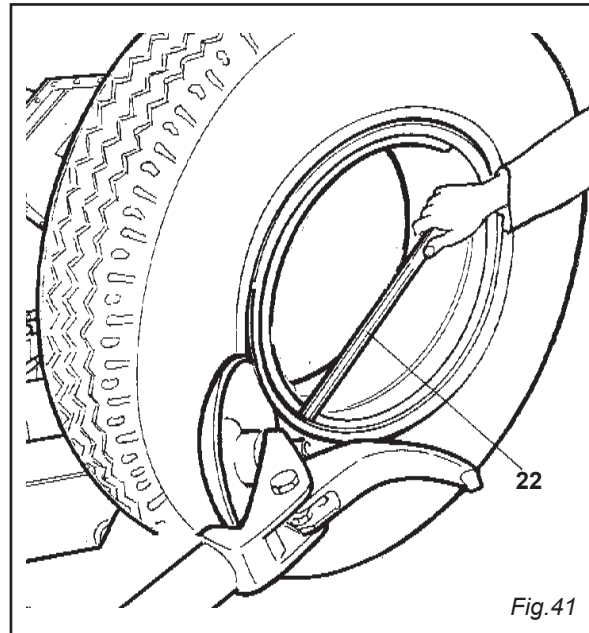
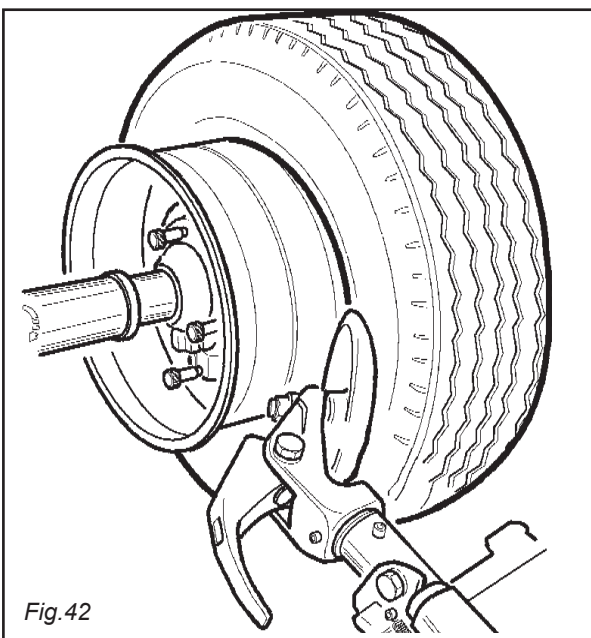

Fig.41
Fig.42
5) Ripetere l'operazione facendo però avanzare il disco stallonatore contro il cerchietto (vedi fig. 41) fino a liberare l'anello di bloccaggio che verrà poi estratto con l'apposita leva (22) o con l'aiuto del disco stallonatore. Rimuovere il cerchietto.
6) Allontanare il braccio porta utensili (17) dal bordo del cerchio. Sganciare il cricchetto e sollevare il braccio in posizione di fuori lavoro. Traslare il braccio porta utensili sul lato interno della ruota.
8) Ruotare l'autocentrante e contemporaneamente fare avanzare il disco stallonatore a brevi scatti seguendo il profilo del cerchietto, fino al completo distacco del secondo tallone (N.B.: durante l'operazione lubrificare). Continuare a spingere sul pneumatico, facendo avanzare il disco stallonatore, fino a che, circa metà del pneumatico, non sia uscito dal cerchio (vedi Fig. 42).
10) Traslare la pedana mobile (10) fino a portarla sotto la verticale del pneumatico.
5) Repeat this procedure but this time bring the disk against the split-ring (Fig. 41) until the lock ring is released. Remove this with the special lever (22) or with the help of the disk. Remove the split-ring.
6) Move the tool carrier arm (17) away from the edge of the rim. Release the hook and tip the arm to its non-working position. Move the tool carrier arm to the inside plane of the wheel.
8) Turn the spindle and at the same time bring the bead breaking disk up against the tyre following the contour of the split-ring until the second bead has been broken (NOTE: Lubricate during this process). Go on pressing the tyre and let the disk move forward until half tyre has been detached from rim (Fig. 42).
10) Move the platform (10) directly under the wheel.
5) Répéter l'opération en faisant avancer le disque contre le cercle (voir fig. 41) jusqu'à libérer la bague de blocage qui sera ensuite enlevée au moyen du levier (22) ou à l'aide du disque décolle-talons. Enlever le cercle.
8) Tourner le mandrin et en même temps faire avancer le disque décolle-talons par à-coups en suivant le profil du cercle, jusqu'au décollage du deuxième talon (N.B.: Lubrifier pendant l'opération). Continuer à pousser sur le pneu en faisant avancer le disque décolle-talons jusqu'à ce que la moitié du pneumatique soit sorti de la jante (voir Fig. 42).
10) Déplacer la plate-forme mobile (10) sous le pneu.
5) Den Vorgang wiederholen, aber die Abdrückscheibe gegen den Spaltring (vgl. Abb. 41) bewegen, bis wann der Sperring freigegeben wird. Dann dieser mit Hebel (22) oder der Abdrückscheibe herausziehen und Spaltring entfernen.
Weiter auf den Reifen drücken, indem man die Abdrückscheibe vorlaufen läßt, bis etwa die Hälfte des Wulstes aus der Felge gelöst ist (Abb. 42).